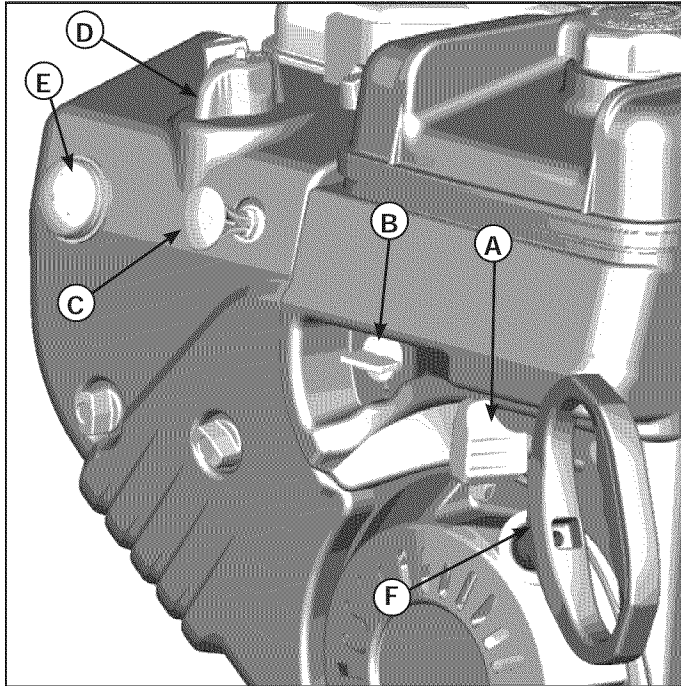

Figura 19. Arrancar/Detener el motor
O mueva la palanca del estrangulador (A, Figura 19), si tiene, a la posición RÁPIDO. Siempre opere el motor con el control de desaceleración en la posición de RÁPIDO.
4. Ponga la válvula de cierre del depósito (B, Figura 19), si lo tiene, en posición ENCENDIDO.
5. Introduzca la llave de seguridad (C).
6. Gire la perilla del estrangulador (D) a la posición de estrangulador.
O mueva la palanca del estrangulador (A, Figura 19), si tiene, a la posición LENTO, y después a la posición de DETENIDO.